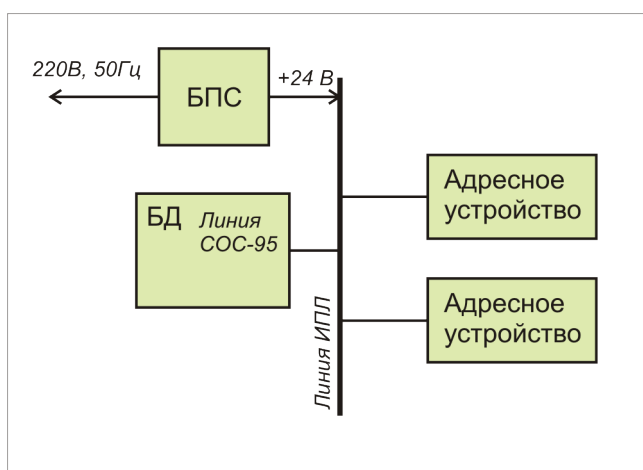

Рисунок 6
- электропитание БД от линии ИПЛ с использованием блока питания интерфейса СОС-95, например, БПС, БКД-М (рисунок 6);